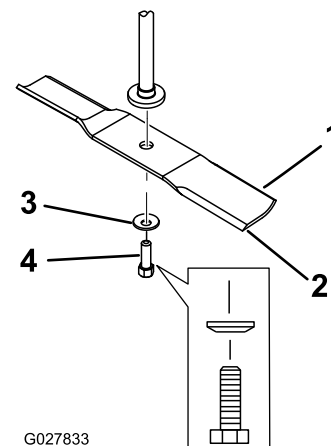

Figura 51
2. Retire del eje el perno de la cuchilla, la arandela curva y la cuchilla (Figura 51).
1. Instale la cuchilla en el eje (Figura 51).
2. Instale la arandela curva (con la copa hacia la cuchilla) y el perno de la cuchilla (Figura 51).